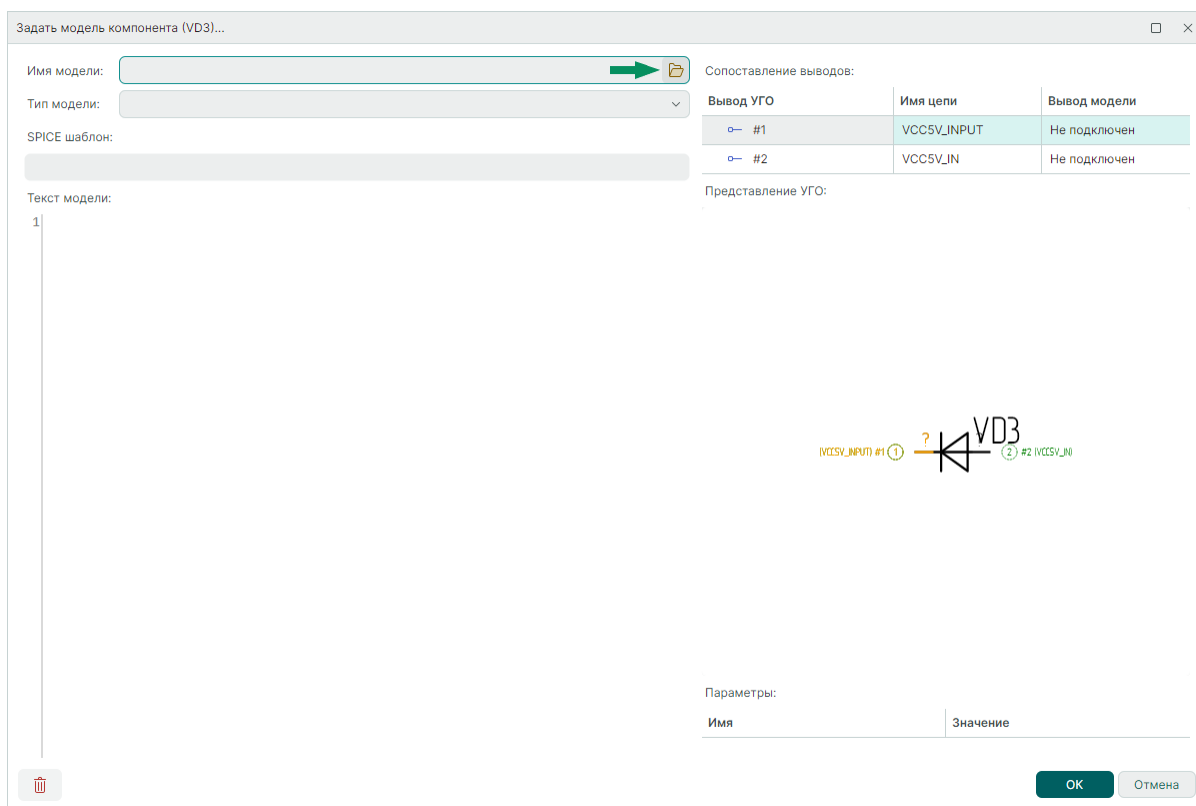

Рис. 33 Переход к выбору файла модели
2. В поле «Имя модели» нажмите кнопку , см. Рис. 33.